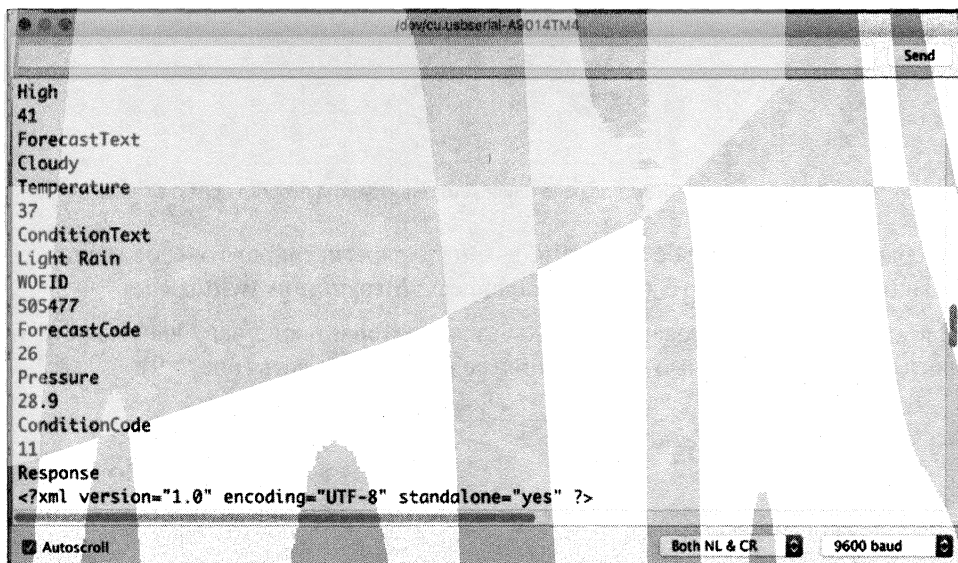

Рис. 5.7. Ответ сервиса Yahoo Weather в окне монитора последовательного порта
10. Откройте монитор последовательного порта — вы должны видеть, что плата получает данные из сервиса Yahoo Weather и отправляет их в последовательный порт (рис. 5.7).